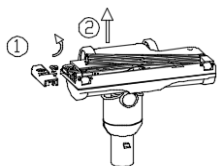

Bild 13
5. Öffnen Sie mit einer Münze die Bodenplatte der Elektroaugbürste an der Verschraubung. Nehmen Sie die Bürstenwalze heraus und reinigen Sie diese (Nicht waschen!). (Bild 13)